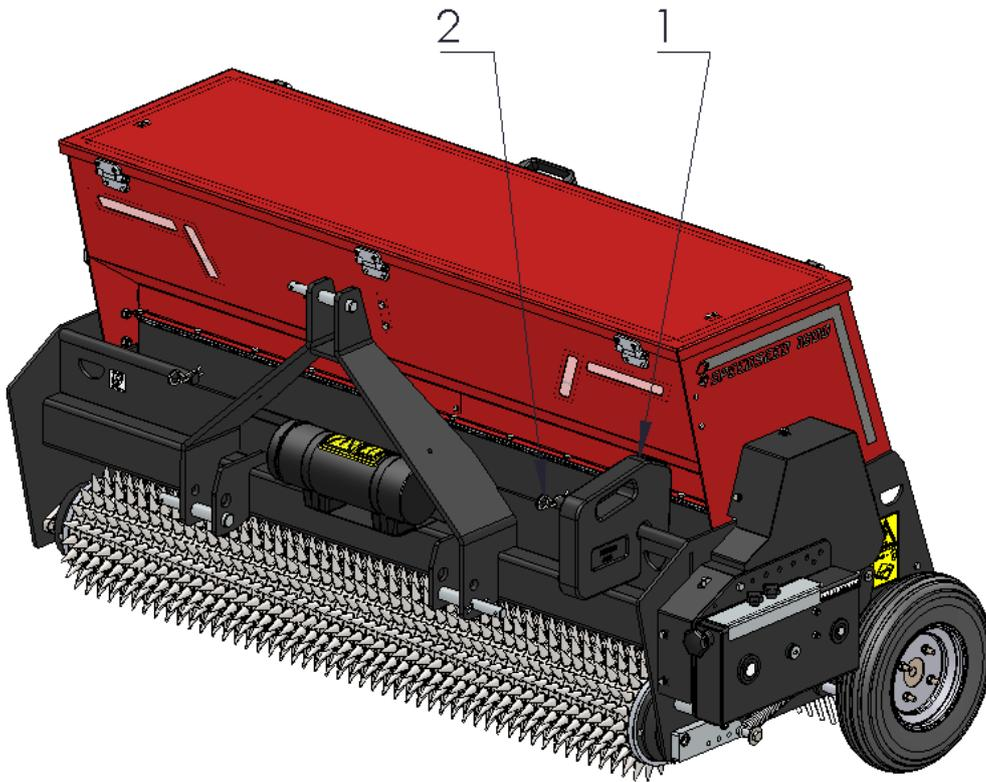

Abbildung 7
Die Speedseed ist serienmäßig mit einem Vorderbalken ausgestattet, an dem die Gewichte (1) befestigt werden können (siehe **Abbildung 7**).